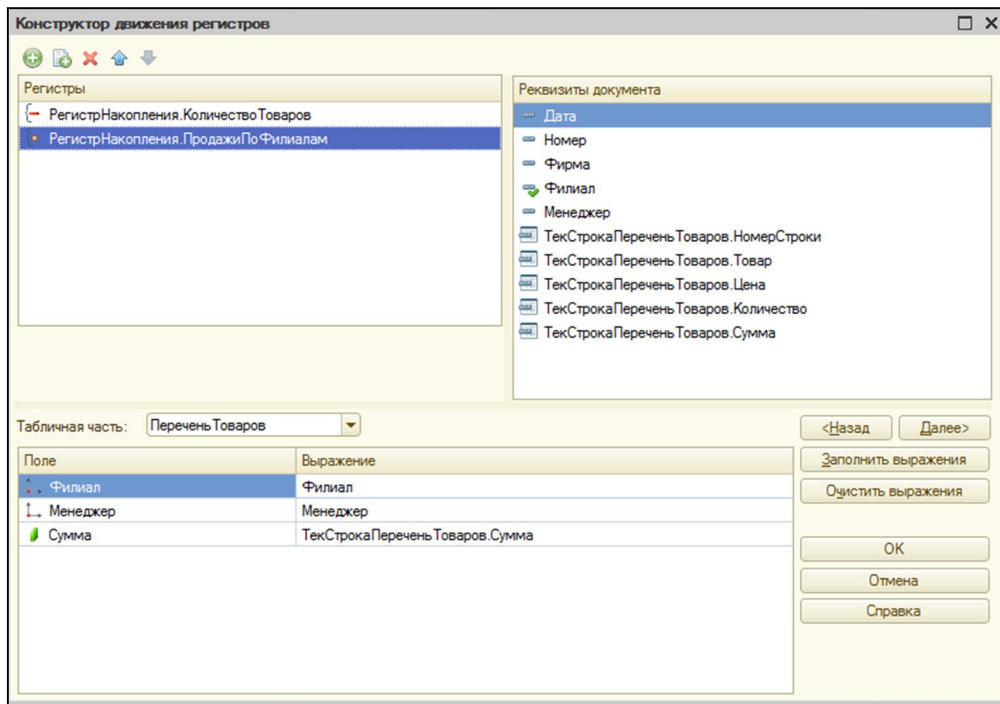

Рис. 58. Окно конструктора движения регистров документа «ПродажаТоваров»
5) в окне «Конструктор движения регистров» в левом верхнем окне «Регистры» добавить регистр «ПродажиПоФилиалам», выбрать табличную часть и заполнить выражения полей для данного регистра (рис. 58);